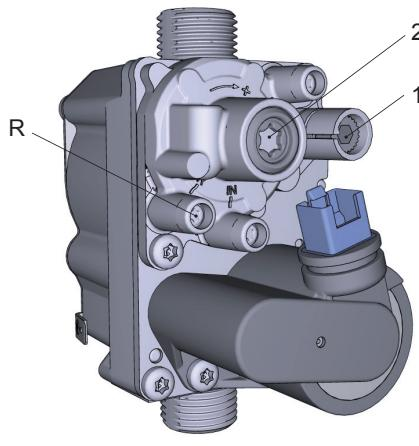

Abb. 24
- falls die Werte von den angegebenen abweichen, muss der CO₂-Gehalt reguliert werden; die Schraube für die Einstellung des Höchstwerts (1 - Abb. 24) drehen, um den CO₂-Gehalt auf die angegebenen Werte einzustellen;
- falls die CO₂-Werte von den angegebenen abweichen, muss die Schraube "OFF-SET" (2 - Abb. 24) reguliert, und kontrolliert werden, ob der CO₂-Gehalt korrekt ist:
- von -9 bis -13Pa mit Differenzmanometer, am Druckabgreipunkt (R - Abb. 24)